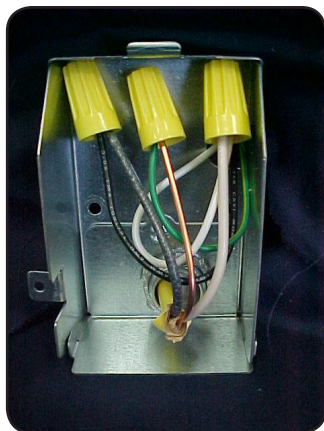

Figure 33
- 6 Insérer les fils dans la boîte de jonction, figure 33. S'assurer que les écrous ne sont pas lâches.